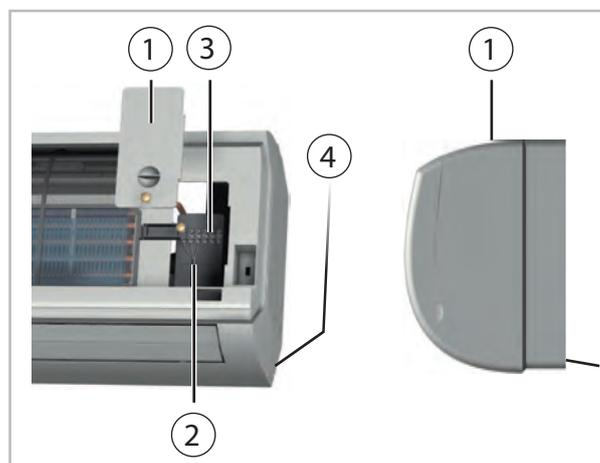

Fig. 37: Branchement de l'unité intérieure
2. ➔ Desserrez les capots sur le côté droit (Voir la Fig. 37).
3. ➔ Raccordez la conduite de commande côté client sur les bornes (Voir la Fig. 37).